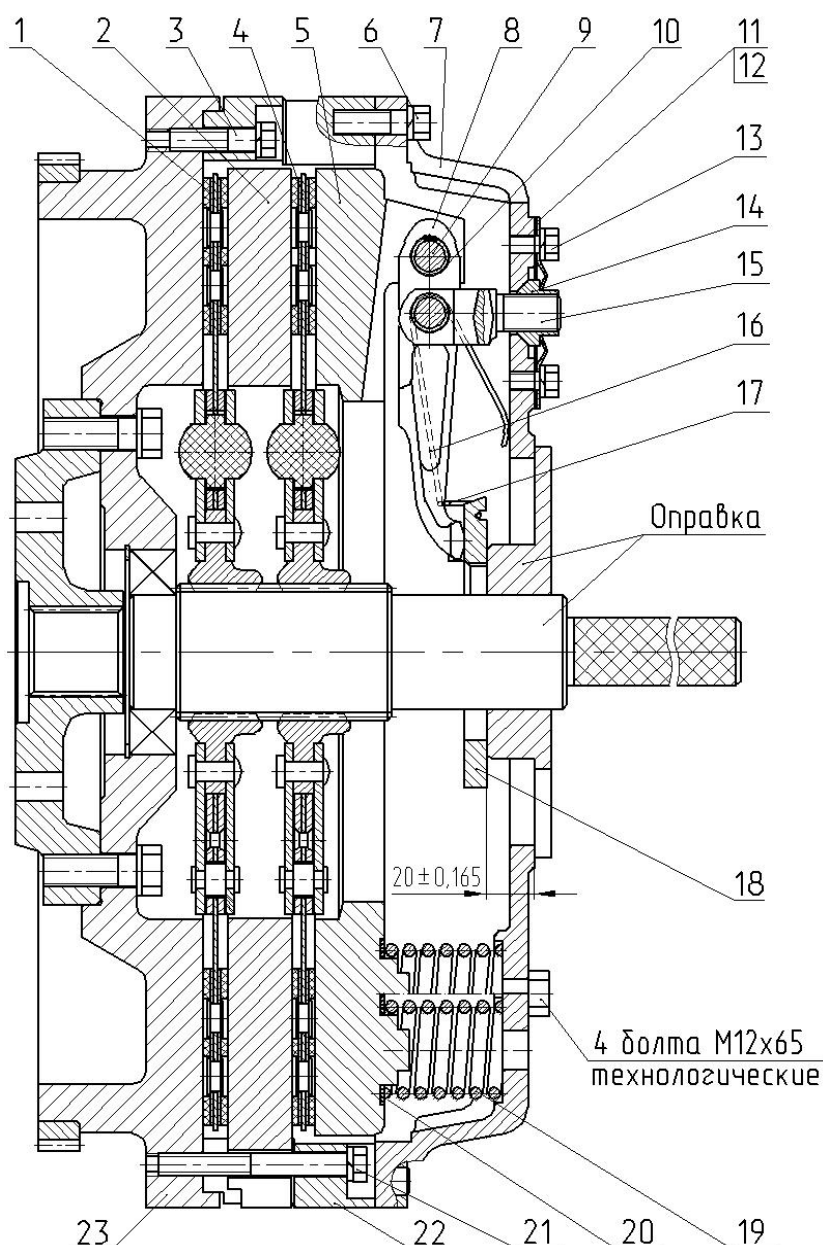

Рис.4.22 Установка сцепления.
- 1) установите четыре технологических болта (М12х65), завернув их в нажимной диск (5), (рисунок 4.22), через технологические отверстия опорного диска (7);
- 2) отверните болты (6), (рисунок 4.22), и снимите диски сцепления в сборе (опорный (7) с нажимным (5));
- 3) снимите первый ведомый диск (4), (рисунок 4.22);
- 4) отверните болты (3) и (21), (рисунок 4.22), снимите проставку (22) с диском средним (2), и снимите второй ведомый диск (1);
Внимание: Перед началом разборки муфты сцепления рекомендуется нанести метки определяющие взаимное расположение маховика (23), (рисунок 4.22), среднего диска (2), проставки (22), нажимного диска (5) и опорного диска (7). Сборку сцепления производить согласно меткам.
- 2) отверните болты (13), (рисунок 4.22), и снимите стопорные пластины (11) и (12);
- 3) отверните регулировочные гайки (14), (рисунок 4.22);
- 4) выверните технологические болты, отпустите и снимите опорный диск (7), (рисунок 4.22), в нажимном приспособлении;
Внимание: Вместо специального нажимного приспособления для разборки дисков сцепления можно применить четыре удлиненных технологических болта с длиной резьбы ~120мм с гайками М12. В этом случае перед снятием дисков сцепления (корзинки) с двигателя необходимо вместо болтов М12х65 установить удлиненные болты, завернув гайки М12 до упора в опорный диск (7), (рисунок 4.22). Для снятия опорного диска необходимо поочередно отворачивать гайки М12, удерживая при этом удлиненные технологические болты от проворачивания.
5) снимите петли (17), (рисунок 4.22), с пружин (16) и опорное кольцо (18) с рычагов (8);
6) снимите нажимные пружины (19), (рисунок 4.22), и термоизоляционные шайбы (20);
7) снимите стопорное кольцо (на рисунке не показано) с осей (9), (рисунок 4.22), и выбейте оси в сторону нанесенной насечки;
8) снимите отжимные рычаги (8), (рисунок 4.22), с вилками (15) и пружинами (16) и извлеките ролики из гнезда рычага.
При установке роликов в отжимные рычаги, нанесите на поверхность отверстия рычага консистентную смазку и установите технологическую пробку для предохранения от выпадения роликов при запрессовке осей (9), (рисунок 4.22).
- 2) установите первый ведомый диск (1), (рисунок 4.22), на оправку коротким концом ступицы к маховику (23);
- 3) установите диск средний (2), (рисунок 4.22), в пазы проставки (22) так, чтобы проточка на наружном диаметре диска была направлена в сторону маховика;
- 4) установите проставку (22), (рисунок 4.22), с промежуточным диском (2) на маховик и закрепите болтами (3) и (21);
- 5) установите второй ведомый диск (4), (рисунок 4.22), на оправку коротким концом ступицы к маховику;
6) установите диски сцепления в сборе, опорный (7), (рисунок 4.22), с нажимным (5), на штифты проставки и закрепите болтами (6), после этого выверните технологические болты;
7) отрегулируйте положение опоры (18), (рисунок 4.22), отжимных рычагов (8) при помощи регулировочных гаек (14) в размер $(20 \pm 0,165)$ мм от опорной поверхности опоры (18), до наружной поверхности опорного диска (7).
Нажимая рукой на опору (18), (рисунок 4.22), проверьте прилегание к ней отжимных рычагов: все рычаги должны касаться опоры.
После регулировки установите стопорные пластины (11) и (12), (рисунок 4.22);